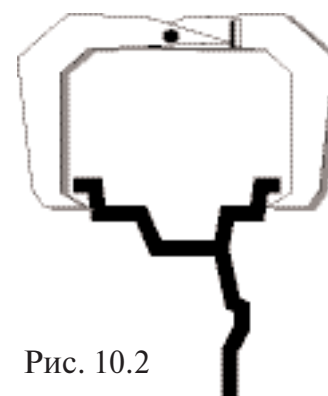

Рис. 10.2
– кронциркулем (см. рис. 10.2). Ширина обода осуществляется кнопками «b-» и «b+», при этом на индикаторах 1 отображается символ «b», а на индикаторах 4 – его значение.